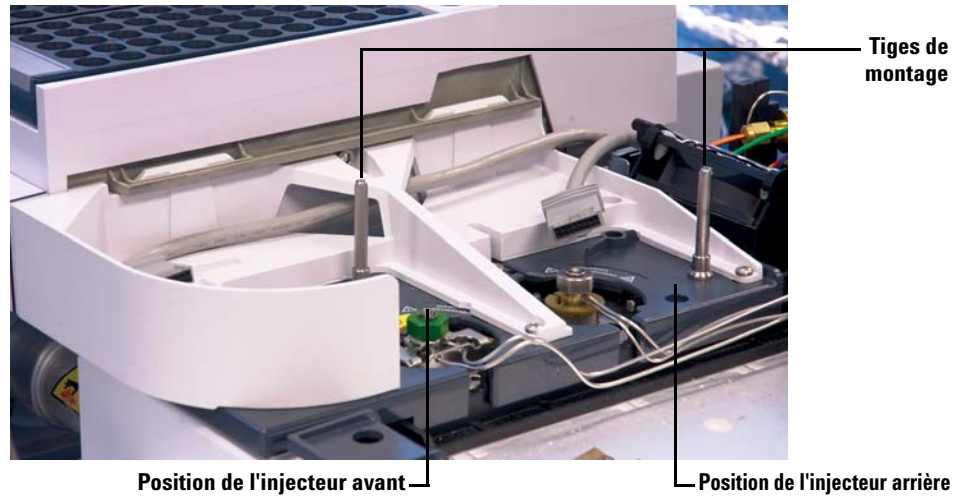

Figure 11 Installation des tiges de montage sur un CPG 7890A
- **CPG 7890A, CPG 7820A et DDM 7820.** Installez la tige de montage dans le cache-injecteurs à l'endroit de votre choix (avant ou arrière). La tige doit être entièrement enfoncée (voir Figure 11).